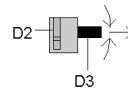

Bild 8: Abklemmen der Busleitung
Abklemmen der Busleitung (Bild 8)
- Die Busklemme (D2) wie in Bild 8 dargestellt abziehen und den Leiter (D3) der Busleitung, bei gleichzeitigem Hin- und Herdrehen, herausziehen.